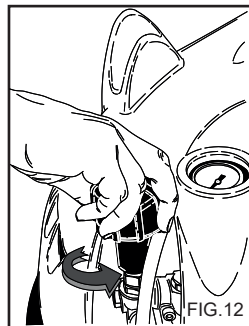

FIG. 12
Det här kapitlet innehåller bara de modeller som är försedda med tryckregulator. Med tryckregulatorn fig. 12, kan operatören ställa in arbetstrycket. Drifttryck minskar då ratten C vrids motsols mot (B) (minimum).